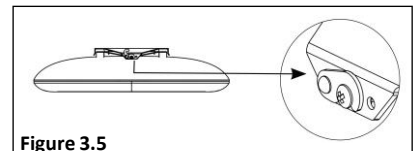

Figure 3.5
- Faire pivoter la charnière de verrouillage vers l'arrière et serrer la vis de verrouillage. [Fig 3.5]